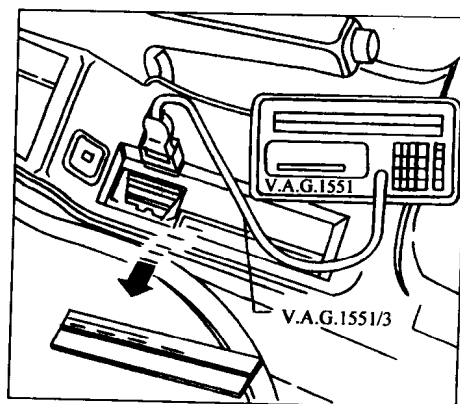

图 1-2 连接故障阅读仪 V.A.G1551
(1) 打开在驻车制动手柄右侧的诊断系统插座的盖板，将带导线 V.A.G1551/3 的故障阅读仪 V.A.G1551 与诊断系统插座连接起来，如图 1-2。